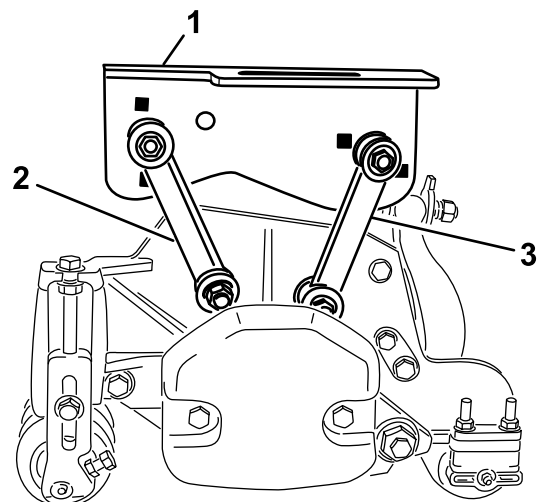

Figura 17
- Fissate i tiranti di montaggio anteriori nei fori del telaio portante centrale con un bullone (3/8" x 2 1/4"), 2 rondelle piane e un dado di bloccaggio, come mostrato in Figura 17. Posizionate una rondella su ogni lato del tirante durante il montaggio. Serrate i fermi a 42 N m.
- Fissate i tiranti di montaggio posteriori nei fori del telaio portante centrale con un bullone (3/8" x 2 1/4"), 2 rondelle piane e un dado di bloccaggio, come mostrato in Figura 17. Posizionate una rondella su ogni lato del tirante durante il montaggio. Serrate i fermi a 42 N m.